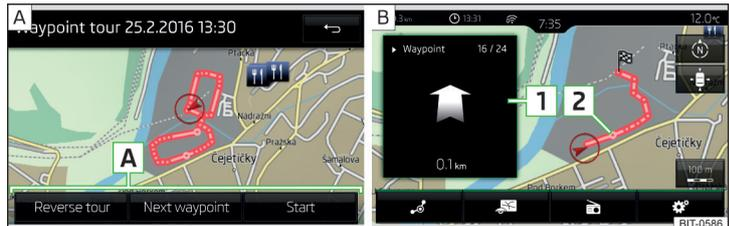

Abb. 224 Anzeige einer Wegpunkttour / Abfahren einer Wegpunkttour
- ▶ Eines der folgenden Menüs auswählen » Abb. 224 - A.
Während des Abfahrens einer Wegpunkttour erfolgt im Zusatzfenster **Wegpunkttour** die Anzeige der Richtung sowie des Abstands zum nächsten Wegpunkt, der fortlaufenden Nummer des nächsten Wegpunktes sowie der Gesamtzahl der Wegpunkte **1** » Abb. 224 - **B**.
Die Wegpunkttour von der Fahrzeugposition zum nächsten Wegpunkt „nimmt“ während der Fahrt sukzessive „ab“ **2** » Abb. 224.
**>** Anzeige der Wegpunkttour » Abb. 224 auf Seite 190